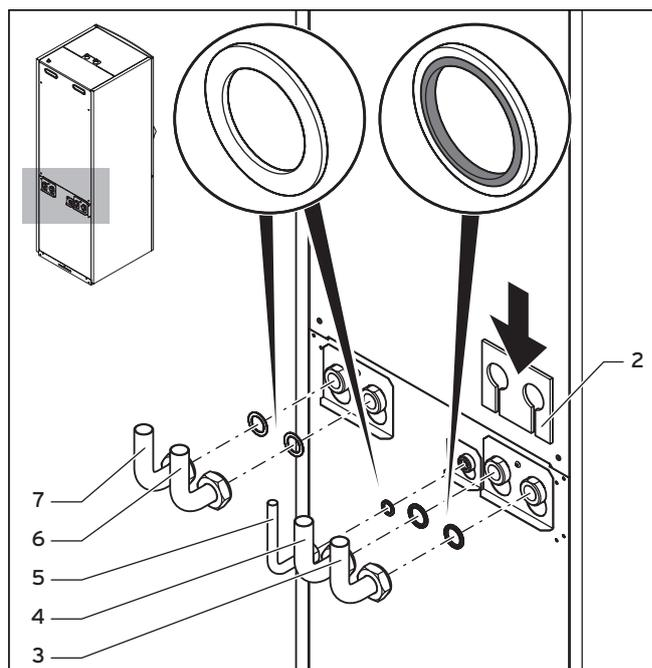

Abb. 5.4 Anschlusswinkel montieren
Falls an den Anschlüssen des Solekreises (→ **Abb. 5.4, Pos. 3** und **4**) nicht die Dichtungen mit Metallstützring verwendet werden, kann es zu Undichtigkeiten kommen!
- Die Rohrinstallation und die Verwendung der Dichtungen muss gemäß → **Abb. 5.4** erfolgen.
Legende zu Abb. 5.4
- Schließen Sie die Vorlaufleitung an (→ **Abb. 5.4, Pos. 7**).
- Schließen Sie die Rücklaufleitung an (→ **Abb. 5.4, Pos. 6**).
- Schließen Sie das Ausdehnungsgefäß des Heizkreises an (→ **Abb. 5.4, Pos. 5**).
- Schließen Sie die Soleleitungen an die Wärmepumpe an (→ **Abb. 5.4, Pos. 3 und 4**).
- Montieren Sie die zur Wärmedämmung des Anschlussblechs vorgesehene Isoliermatte (→ **Abb. 5.4, Pos. 2**).